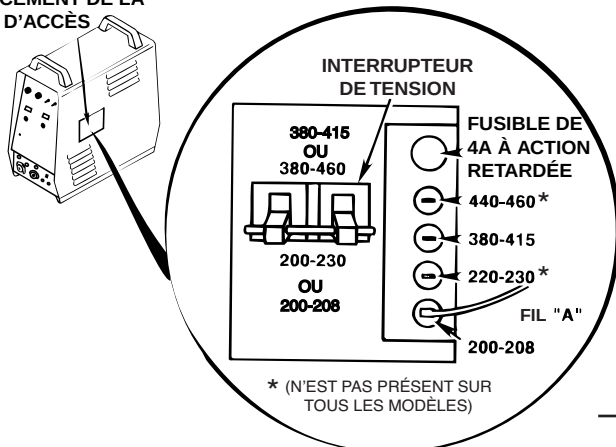

FIGURE A.2 PANNEAU DE RECONNEXION INPUT VOLTAGE RECONNECT PROCEDURE
1. Pour des branchements sur 440 ou 460 VAC, **vérifier** les configurations internes par rapport aux procédures ci-dessous et se reporter à la Figure A.2.
2. Pour des branchements sur 200, 208, 220, 230, 380, 400 ou 415 VAC suivre la procédure ci-dessous et se reporter à la Figure A.2.